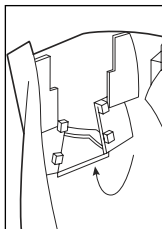

Figure 3
4. Remise en place de la chicane (Voir la Figure 3) : Abaissez la chicane dans le corps de la bouilloire, sur les montures se trouvent du côté de la poignée. Approchez-la des montures à proximité du bec verseur. Levez-la jusqu'à ce que les pinces du bas de la chicane s'accouplent avec les montures du bas. Pressez les pinces du haut au-dessus des montures de la chicane.